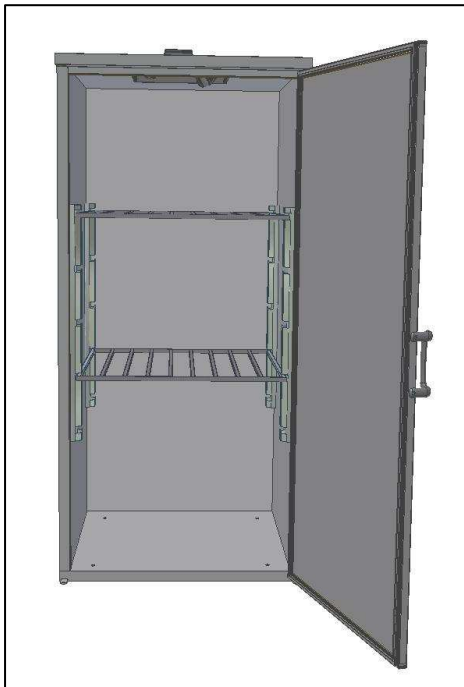
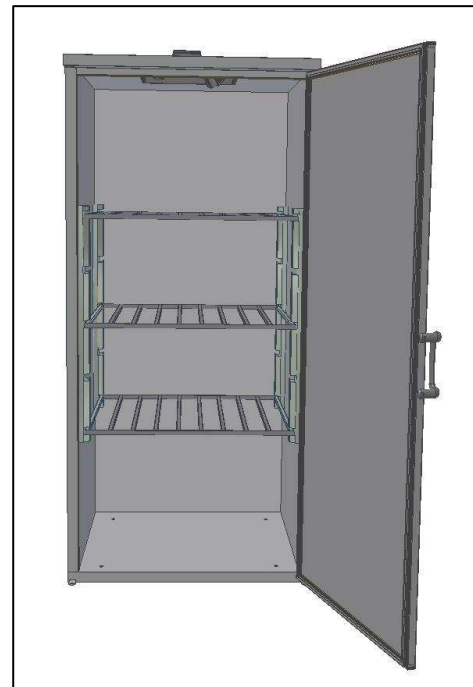

Abb. 14
Abb. 15
- Stellen Sie die Roste auf die innere Seite des Lagerschranks. Lagerschrank 1850 (Abb.14), Lagerschrank 2000 (Abb. 15);